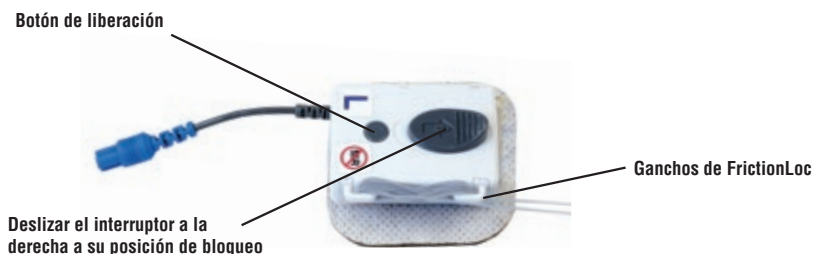

Figura 17 – Conector FrictionLoc
- Deslice el interruptor LOCK hacia la derecha, como se muestra en la Figura 17, hasta que encaje.